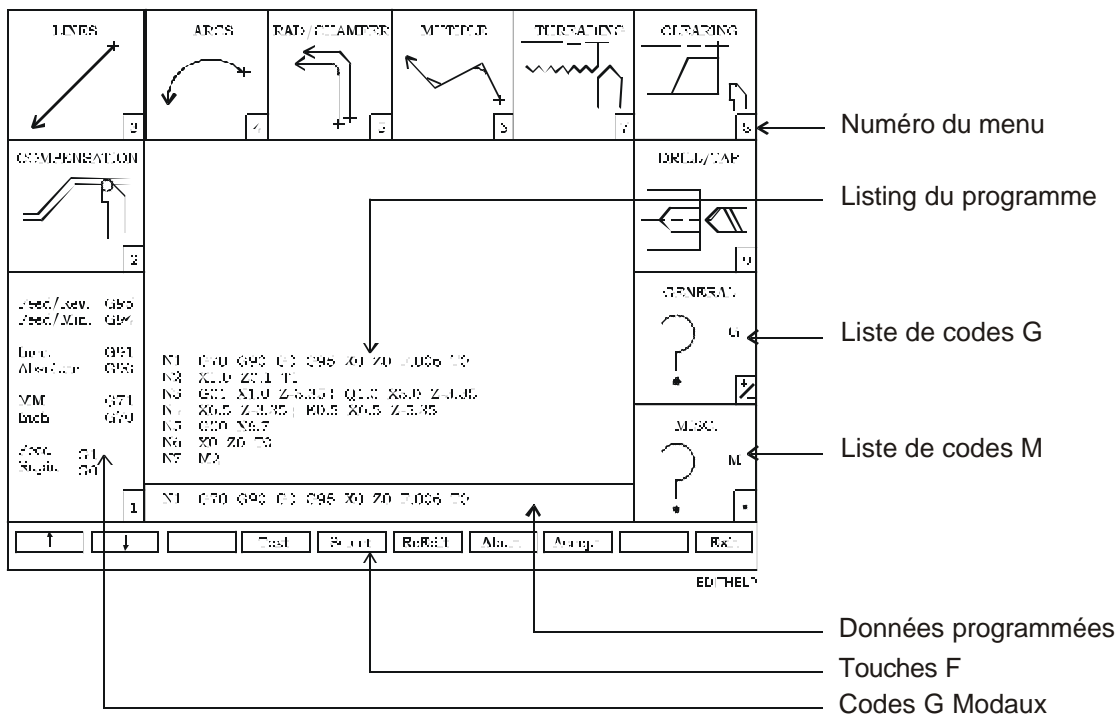

Figure 7-2, Menu principal d'aide à l'édition
1. En mode édition, ouvrir le programme approprié. Appuyer sur **Aide (F1)**. Le menu principal d'aide à l'édition s'active. Se reporter à la **Figure 7-2, Menu principal d'aide à l'édition**.
Se reporter à la **Figure 7-2, Menu principal d'aide à l'édition**.